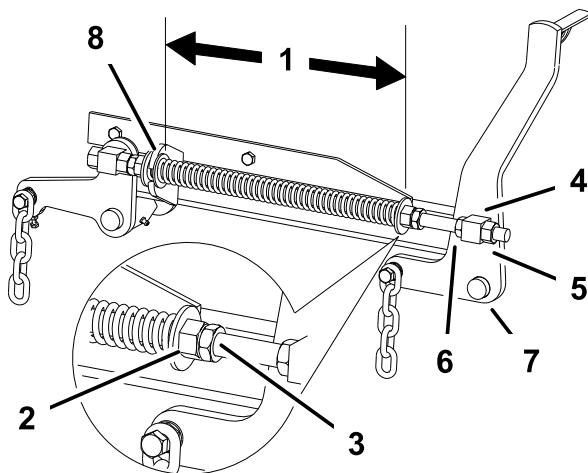

Figura 70
2. Compruebe la distancia entre las dos arandelas grandes, que debe ser de 29,2 cm (Figura 70).
3. Ajuste esta distancia aflojando la contratuerca elástica y girando la tuerca que está delante de cada muelle (Figura 70). Gire la tuerca en el sentido de las agujas del reloj para acortar el muelle y en el sentido contrario a las agujas del reloj para alargar el muelle.
4. Fije la tuerca en la posición deseada apretando la contratuerca elástica (Figura 70).